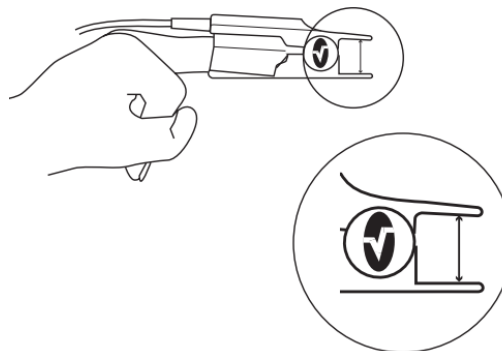

Fig. 15-2 Colocación sensor PED.
2. Consulte la Fig. 15-2. Las lengüetas con bisagra del sensor se deberán abrir lo suficiente como para distribuir de manera uniforme la sujeción del sensor a lo largo del dedo. Verifique la posición del sensor para comprobar que esté en la posición correcta. Es necesario que la ventana del detector quede completamente cubierta para garantizar la obtención de datos precisos.